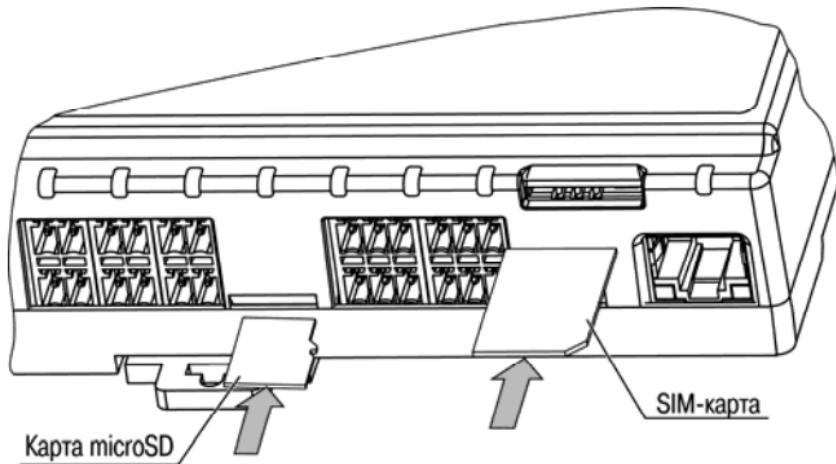

Рисунок 6.3 – Установка microSD и SIM-карты
**6.2.6 Подключение microSD/microSDHC карты** допускается, в том числе, и при включённом питании ПЛК. При этом необходимо программно предусмотреть приостановку работы с картой. Карта устанавливается контактами в сторону DIN-рейки (см. рисунок 6.3).
**6.2.7 При использовании GSM/GPRS-модема** необходима антенна, подсоединяемая к винтовому гнезду типа SMA. Антenna не входит в комплект поставки и приобретается отдельно. Установку/замену SIM-карты стоит производить при отключённом питании ПЛК323 и питании подключенных к нему устройств. SIM-карта устанавливается контактами в сторону DIN-рейки и скошенным уголком наружу (см. рисунок 6.3). Для извлечения SIM-карты рекомендуется воспользоваться пинцетом.